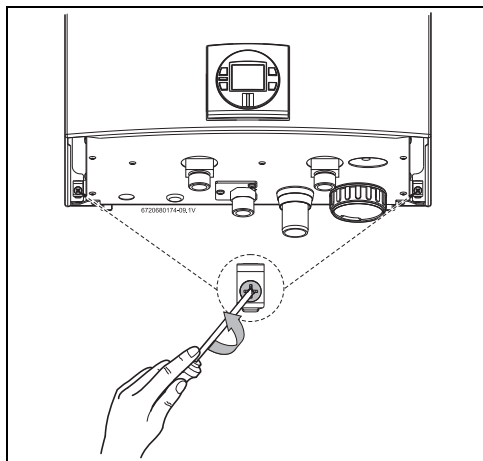

Fig. 22 Retirar dois parafusos
- Desapertar os dois parafusos localizados na parte posterior do aparelho (Fig. 22).